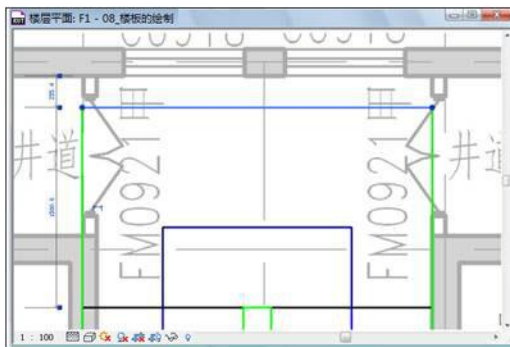

图 3-31
- 选择确定休息平台宽度的线条，使用临时尺寸标注修改休息平台宽度为 1500mm(如图 3-31 所示)。